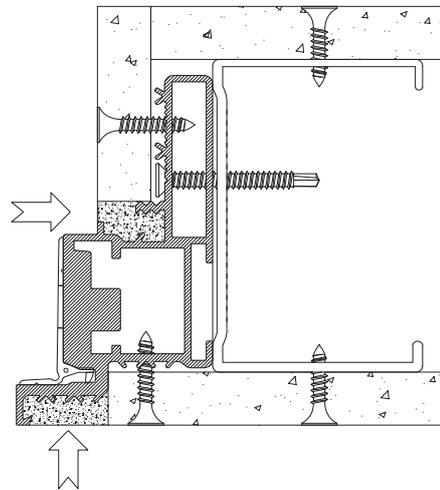

Bild 21
7. Zu verspachtelnde Flächen als Info für den Maler. (Bild 21).